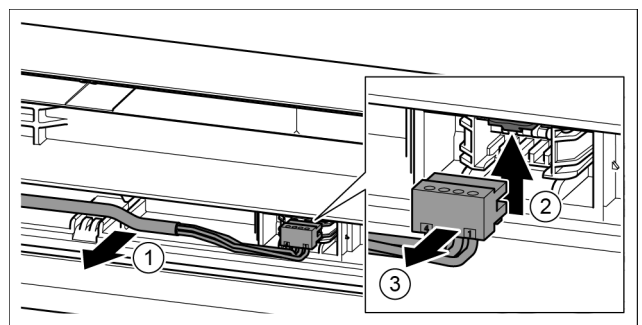

Fig. 19
- ▶ 将灰色电缆小心地从门内的导向装置上松开。 Fig. 19 (1)
- ▶ 向上按住接片。 Fig. 19 (2)
▶ 小心地拉出插头。 Fig. 19 (3)